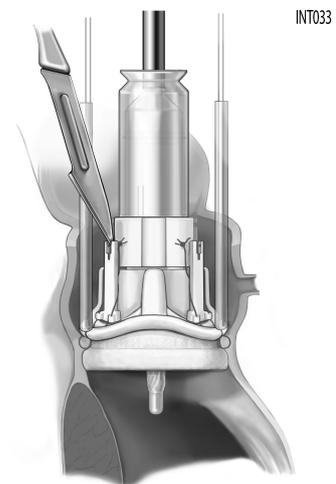

Figura 22
14. Corte cada una de las suturas del soporte de la válvula con un bisturí (Figura 22).